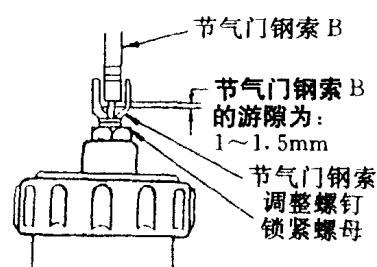

图 1-1-5 调整节气门钢索游隙
(1) 检查和调整节气门钢索游隙：在化油器节气门处于闭合状态时，按图 1-1-5 所示，调整节气门钢索调整螺钉，使节气门钢索的游隙为 $1\sim 1.5$ 毫米。